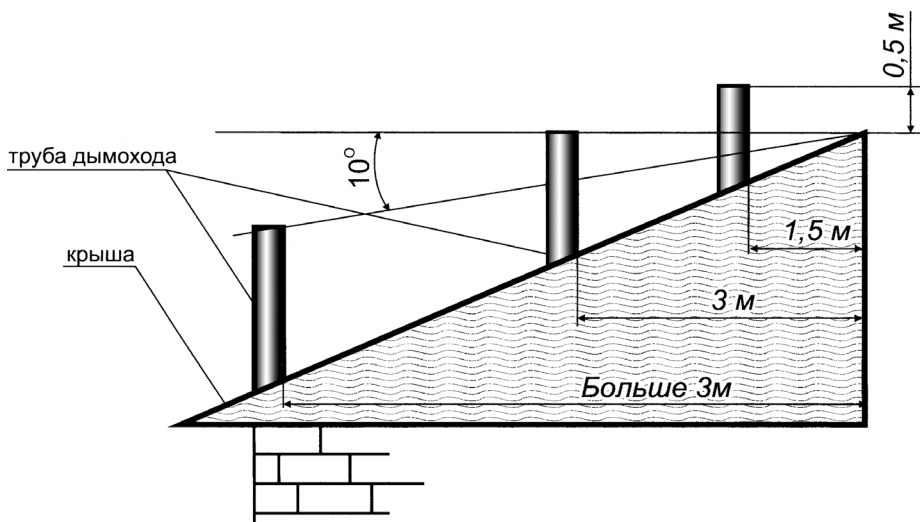

Рис. 5. Схема размещения дымовых труб.
- 6.11. Дымоход рис.5 должен быть выведен выше зоны ветрового подпора. Высота дымохода над крышей дома устанавливается в зависимости от расстояния его от конька по горизонтали и должна быть: